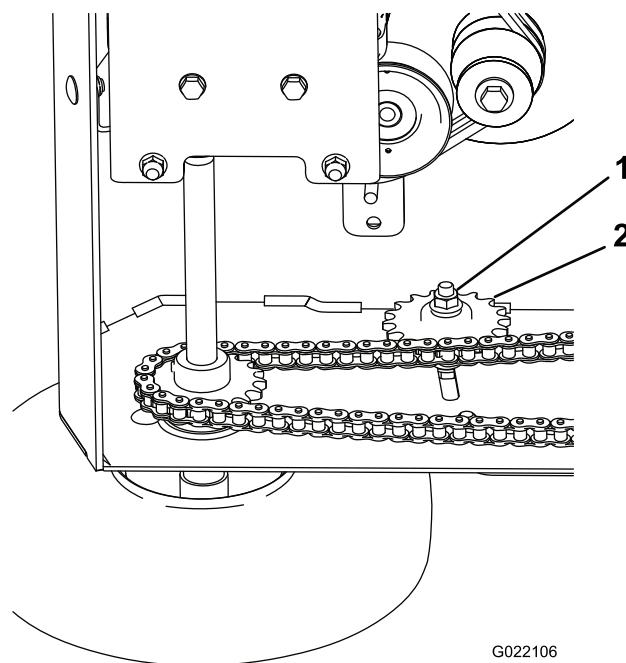

Figure 32
- A. Desserrez l'écrou qui fixe le pignon de tension de la chaîne (Figure 32).